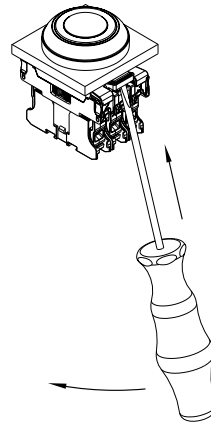

Fig. 8
1. Smontare il portacontatti dalla flangia di montaggio (vedere Fig. 8): inserire il cacciavite nel dente di ritegno della flangia. Muovendo leggermente il cacciavite in direzione dell'elemento di contatto, spingere il dente verso l'esterno. In questo modo il portacontatti si sgancia dalla flangia. Ripetere questa procedura sul lato opposto.